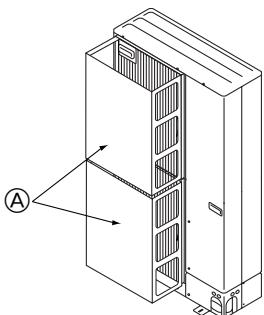

Fig. 2-15
- ① Installeer een optionele luchtgeleider als het apparaat wordt geïnstalleerd op een plaats waar krachtige windstoten zoals van tyfons, enz. rechtstreeks de luchtauitlaat kunnen binnendringen. (Fig. 2-15)